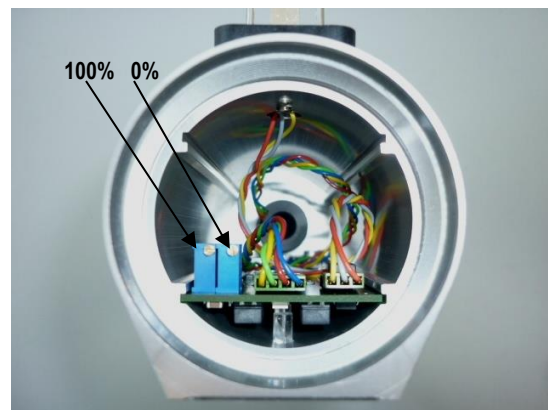

Bild 4, Figure 4, figure 4
Ist eine Anpassung unumgänglich so ist das mit Hilfe der beiden Trimmer 0% (4mA) und 100% (20mA) möglich. (siehe Bild 4)
If an adaptation cannot be avoided, it can be done by using both trimmers 0% (4mA) and 100% (20mA) (see fig. 4):
2. Set the measuring signal to 4mA using the trimmer 0% (see fig. 4).
4. Set the measuring signal to 20mA using the trimmer 100% (see fig. 4).
Si un ajustement ne peut être évité, il est possible de le faire en utilisant les deux potentiomètres de correction 0%(4mA) et 100% (20mA) (voir figure 4) :
4. Ajuster le signal de mesure à 20mA en utilisant le potentiomètre de correction 100% (voir figure 4).